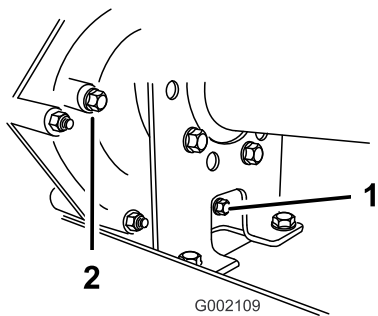
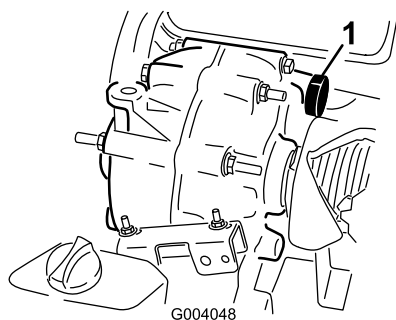

Figura 48
Figura 49
2. Rimuovete il tappo di spurgo dal lato destro del serbatoio (Figura 48) e lasciate defluire il fluido in una bacinella. Quando il fluido cessa di scorrere, montate il tappo e serratelo.
3. Riempite il serbatoio (Figura 49) con circa 1,4 litri di olio motore SAE 10W/30, fin quando il livello dell'olio non raggiunge la parte inferiore del foro indicatore di livello (Figura 48).